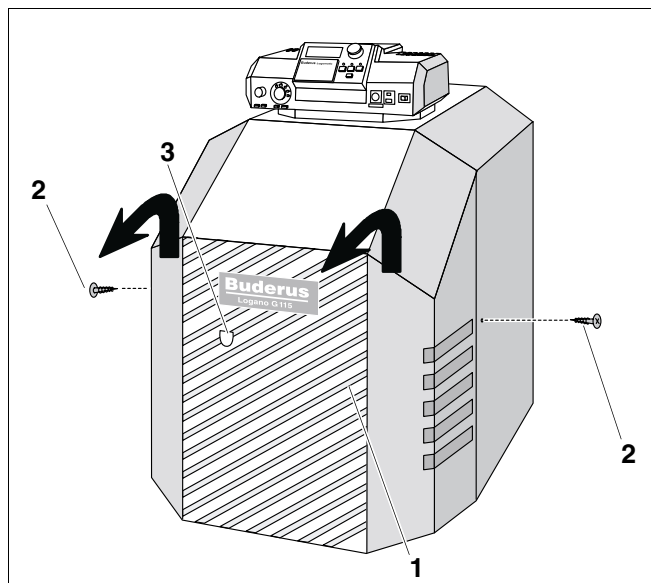

Fig.5 Retirar a cobertura do queimador
Se a sua Logano G115 se encontrar equipada com um queimador Logatop do tipo BE, poderá accionar o botão de rearme do queimador através do orifício da cobertura do queimador (Fig. 5, **Item 3**). Não necessita de desmontar a cobertura do queimador.
- Solte os dois parafusos de fixação (Fig. 5, **Item 2**) da cobertura do queimador (Fig. 5, **Item 1**).
- Retire a cobertura do queimador (Fig. 5, **Item 1**).